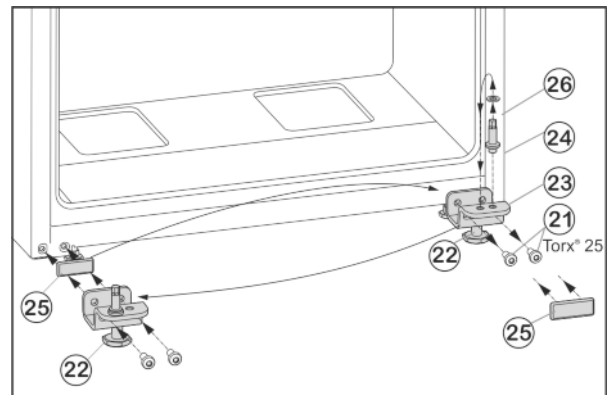

Fig. 6
- ▶ Svitare le viti di fissaggio Fig. 6 (21).
- ▶ Rimuovere completamente il cuscinetto di supporto inferiore Fig. 6 (23) con il perno del cuscinetto Fig. 6 (24), la rondella Fig. 6 (26) e il piede di regolazione Fig. 6 (22).
- ▶ Allentare completamente il perno del cuscinetto Fig. 6 (24) con la rondella Fig. 6 (26) nel foro di supporto situato nel lato opposto del cuscinetto di supporto e riavvitare saldamente.
- ▶ Estrarre con cautela la piastra di copertura Fig. 6 (25) e riapplicarla sul lato opposto.
- ▶ Riavvitare **saldamente (con 4 Nm)** tutto il cuscinetto di supporto inferiore Fig. 6 (23) con il perno del cuscinetto Fig. 6 (24), la rondella Fig. 6 (26) e il piede di regolazione Fig. 6 (22) sul nuovo lato della cerniera, eventualmente con l'ausilio di un avvitatore a batteria.
- ▶ Appoggiare la porta inferiore dall'alto sul perno cuscinetto Fig. 6 (24).
- ▶ Inserire il cuscinetto di supporto centrale (13) ruotato di 180° nella porta inferiore e avvitare usando le viti di fissaggio (11) (2 viti Torx® 25) sul nuovo lato della cerniera (**applicando 4 Nm**).
- ▶ Applicare nuovamente la rondella in plastica (10).
- ▶ Svitare il piedino regolabile Fig. 6 (22) sul cuscinetto di supporto inferiore Fig. 6 (23), fino a farlo appoggiare sul pavimento.